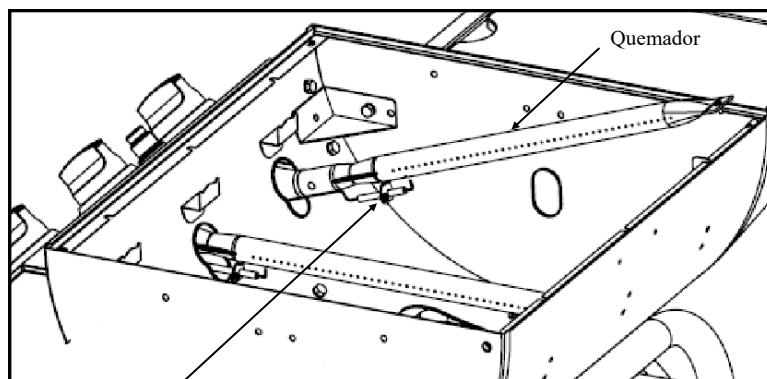
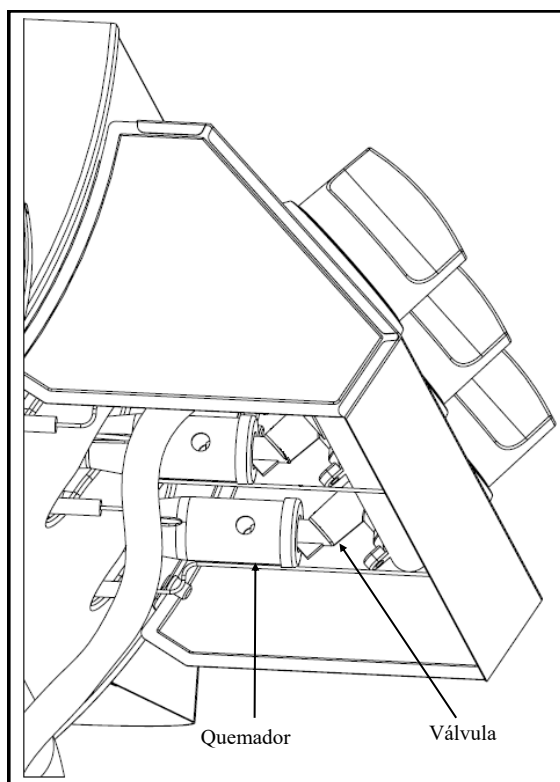

Figura 9A
Figura 9B
Paso 9: Instale los quemadores en el cuerpo de la parrilla a gas insertando los CABLES DEL ENCENDEDOR y los quemadores a través de los orificios abiertos en la parte frontal del cuerpo de la parrilla, desde su interior (ver figura 9A). (NOTA: EL ENCENDEDOR DEBE ESTAR EN LA PARTE INFERIOR DEL QUEMADOR). El QUEMADOR que tiene el cable más largo va del lado derecho del CUERPO DE LA PARRILLA. Asegúrese de que la válvula vaya dentro de cada quemador (ver figura 9B). Luego, asegure los quemadores al cuerpo de la parrilla con los tornillos provistos (ver figura 9C).